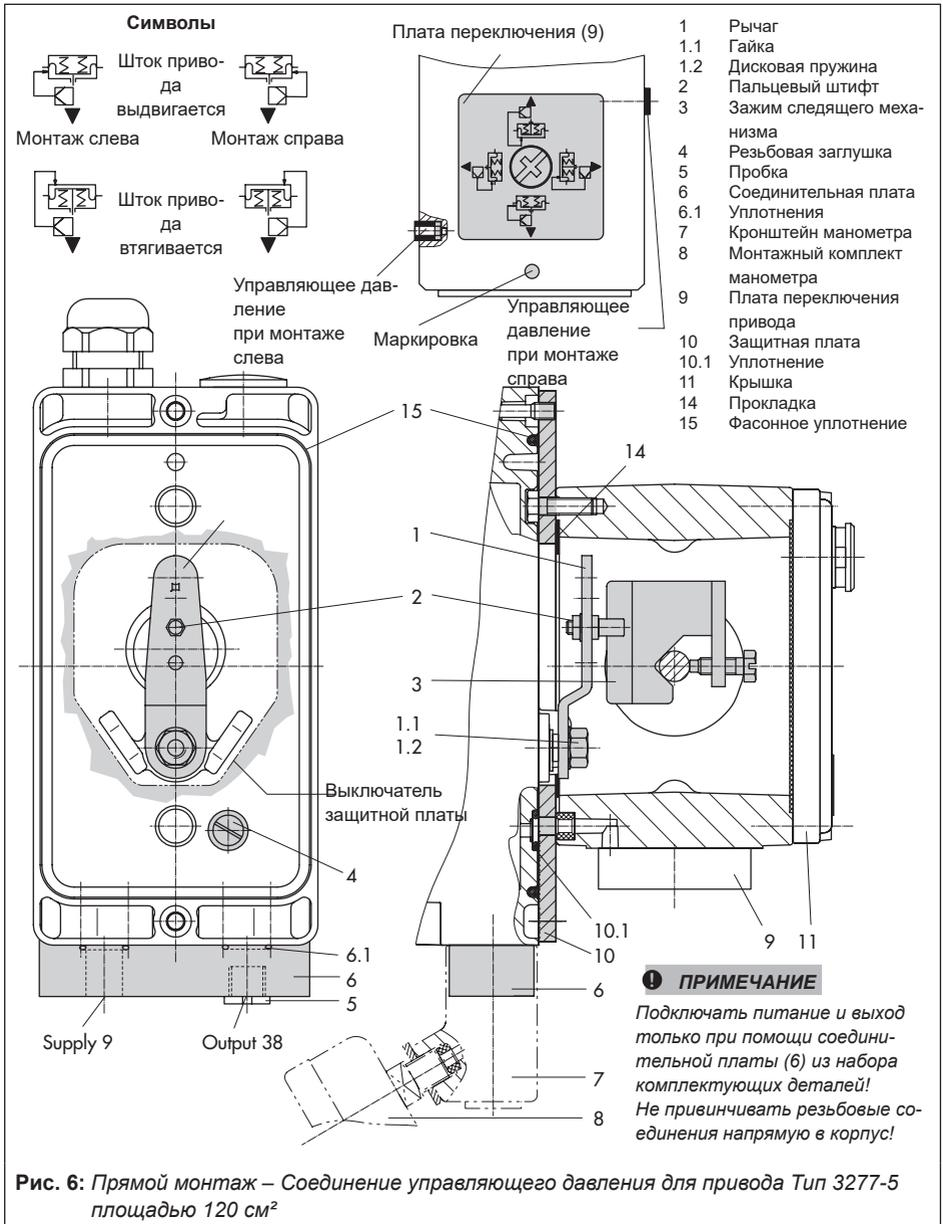

Рис. 6: Прямой монтаж – Соединение управляющего давления для привода Тип 3277-5 площадью 120 см²
Привод 120 см² (см. рис. 6)
1. Установите зажим следящего механизма (3) на шток привода, выровняйте и зафиксируйте таким образом, чтобы крепежный болт находился в пазе штока привода.
2. Защитную плату (10) узкой стороной выреза (рис. 6, слева) зафиксируйте в направлении соединения управляющего давления. Прокладка (14) должна указывать в сторону рамы привода.
3. У приводов 355/700/750 см² на рычаге М (1) с обратной стороны позиционера извлеките пальцевый штифт (2) из положения 35, вставьте в отверстие для положения 50 и зафиксируйте.
4. Вставьте фасонное уплотнение (15) в паз корпуса позиционера.
5. Установите позиционер на защитную плату таким образом, чтобы пальцевый штифт (2) укладывался на верхней стороне зажима следящего механизма (3). Отрегулируйте рычаг (1) соответствующим образом и удерживайте вал позиционера при открытой крышке за поворотную-нажимную кнопку или за колпачок. Рычаг (1) при усилии пружин должен укладываться на зажим следящего механизма. Зафиксируйте позиционер двумя крепежными болтами на защитной плате (10).
6. Проверьте, установлен ли выступ уплотнения (16) сбоку на соединительном блоке таким образом, чтобы символ привода для "Шток привода выдвигается" или "Шток привода втягивается" совпадал с исполнением привода. В ином случае необходимо удалить три крепежных болта, снять плату и заново уложить уплотнение (16) в перевернутом на 180° положении. Для старого соединительного блока (рис. 6, снизу) поверните плату переключения (13) таким образом, чтобы соответствующий символ привода был выровнен по стрелке.